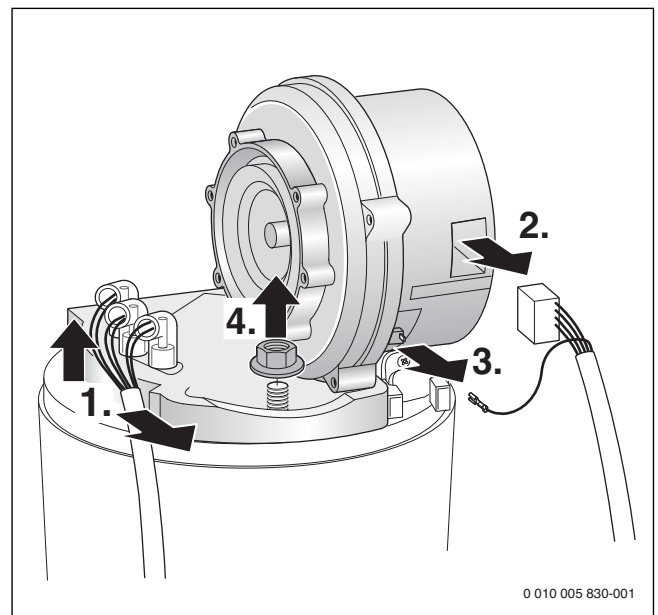

Fig. 45 Scoaterea suflantei
- ▶ Demontarea dispozitivului de amestecare (→ Fig. 45).